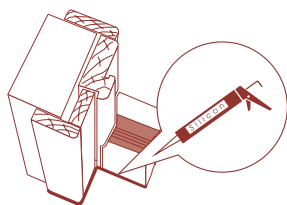

Рис. 9
7.1 Вне зависимости от того эксплуатируется изделие во влажном или обычном помещении, необходимо изолировать элементы дверной коробки, наличника и порога от влаги. Для этого по всей длине сопряжения их с полом нанести непрерывно силиконовый герметик (Рис. 9). В противном случае при попадании влаги на детали их нижняя часть будет разрушаться.